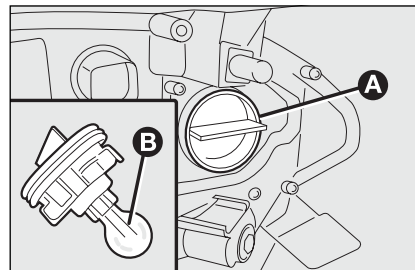

fig. 23
- verwijder en vervang de lamp **B-fig. 23**;